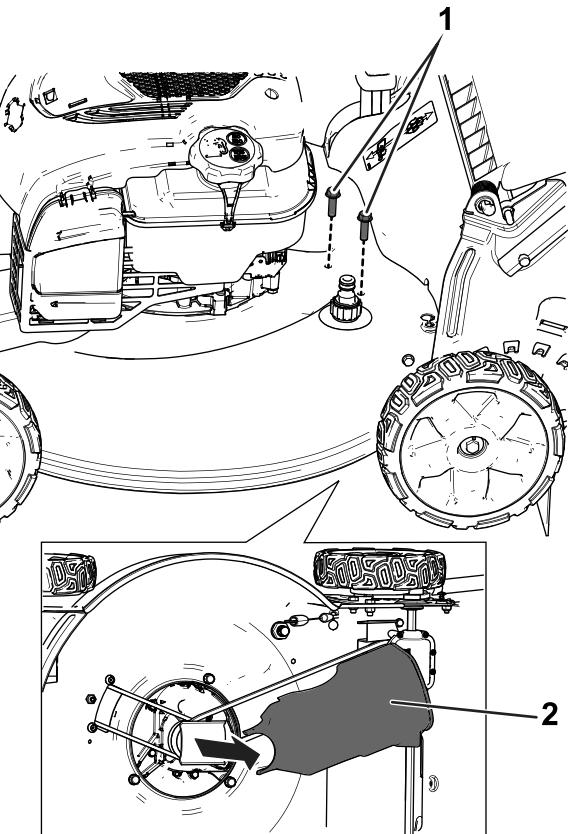

Bild 3
7. Entfernen und bewahren Sie die untere Riemenabdeckung hinten und die entsprechenden Schrauben auf (Bild 3).